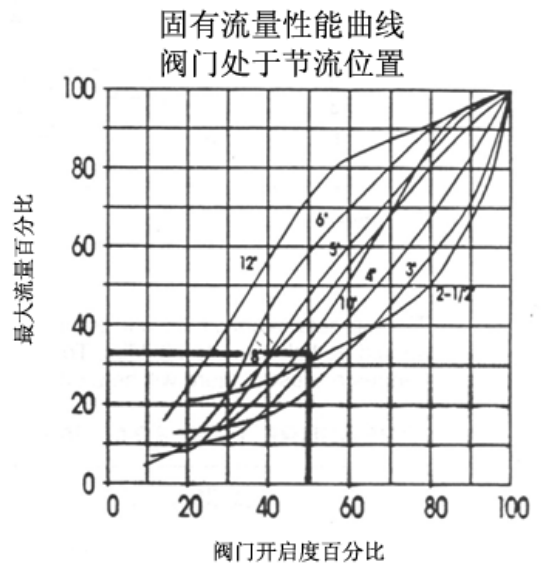

图.3
6.3.3 在流量特性曲线的底部刻度找出阀门开放度百分比，(图 3)。画出垂直向上的线与阀门特性曲线相交,从这个点画水平线穿过图表左侧,记录最大流量的百分比。
· 根据流量性能曲线(图 3), 4 英寸的阀门和 50% 的开启度, 表明最大流量为 34%。流量大约为 4 英寸的阀门, 5.4 英尺(1.65 米)压降, 节流为 50%: